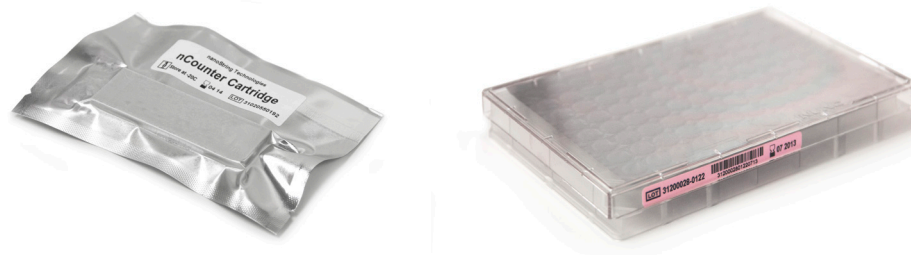

FIGURE 5.8 : Cartouche d'échantillon scellée (à gauche) et plaque de réactifs Dx (à droite)
7. Les cartouches et les plaques de réactifs (FIGURE 5.8) doivent être à température ambiante avant le traitement.